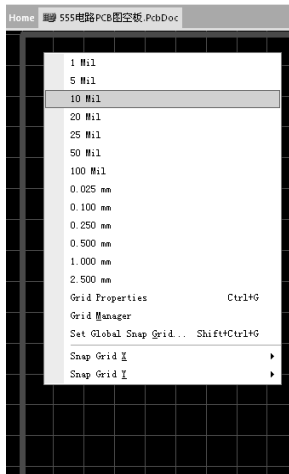

图 3.1.16 调整栅格
(2) 调整栅格。因为元器件要排放在比较紧凑的位置,此时需要设置元件移动栅格(即元器件移动一次所经过的距离)。按 G 键,如图 3.1.16 所示,在弹出的快捷菜单中选择 10mil,将元件移动的栅格尺寸改成 10mil,后面可以根据元器件的大小随时调整栅格尺寸。